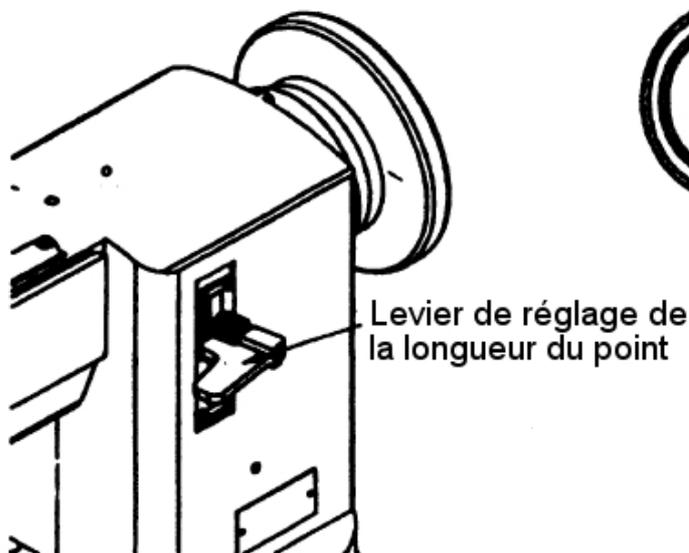

Fig.10
12. Longueur de point et levier de marche arrière : (Fig. 10) _____	- 6 -
12. Longueur de point et levier de marche arrière : (Fig. 10)